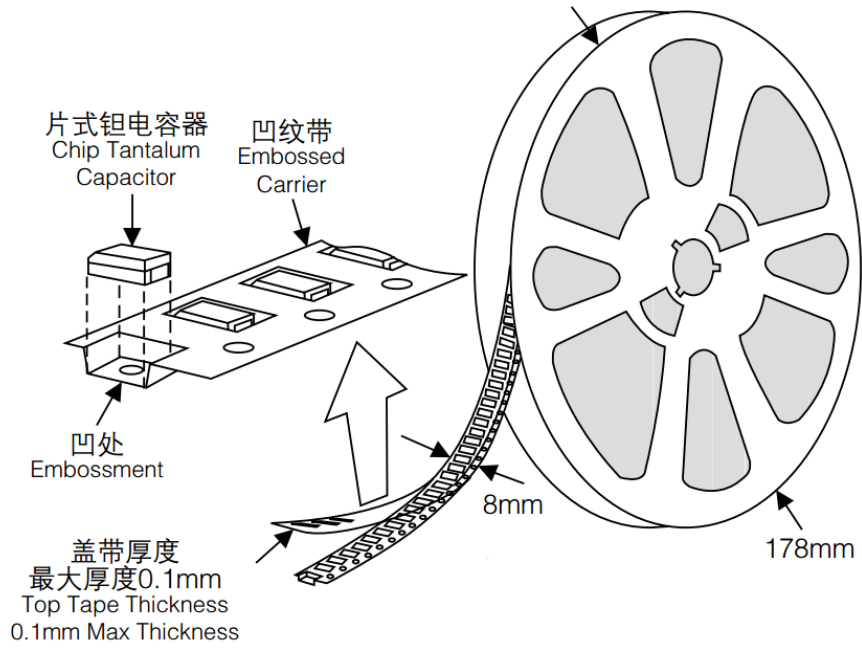

图 4
7.1 产品编带的尺寸及卷绕方向：见图 3、图 4、表 4、表 5。